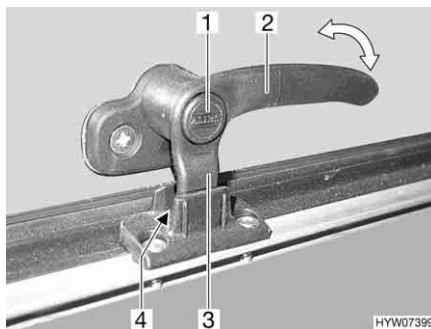

Fig. 59 Leva di serraggio in posizione "Aerazione continua"
- In posizione di "Aerazione continua" (Fig. 59)
- Premere il bottone di sicurezza (Fig. 59,1) e mantenerlo premuto.
- Ruotare la leva di serraggio (Fig. 59,3) di un quarto di giro verso il centro della finestra.
- Girare nuovamente all'indietro la leva di serraggio. Riportare contemporaneamente il nasello di chiusura (Fig. 59,3) della leva di serraggio nella rientranza della chiusura della finestra (Fig. 59,4).
- Rilasciare il bottone di sicurezza (Fig. 59,1).